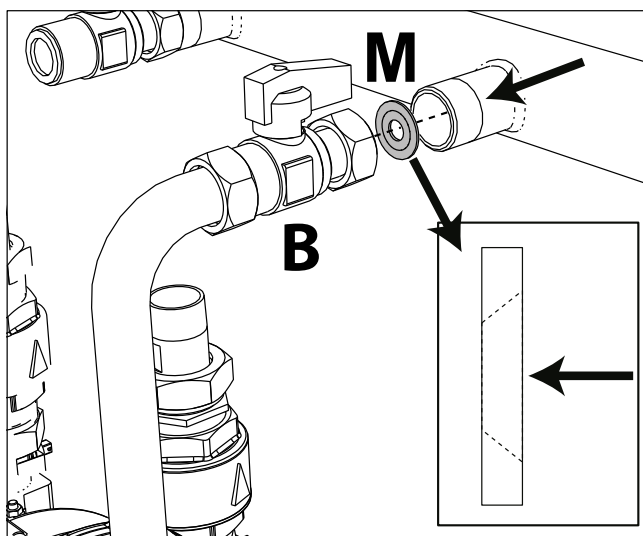
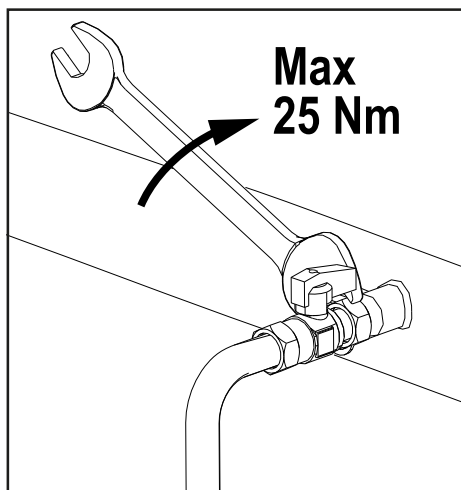

fig. 84 - Ugello per utilizzo con GPL
fig. 85
8. Nel caso di **trasformazione a GPL**, è necessario sostituire la guarnizione esistente tra il rubinetto "B" e il collettore gas con l'ugello "M" (fig. 84). Riassemblare il rubinetto "B" sul collettore gas avendo cura di non serrare ad una coppia maggiore di **25 Nm** per evitare il danneggiamento dell'ugello (fig. 85).
ATTENZIONE: l'ugello "M" (vedi fig. 84) **non deve** essere inserito con l'apparecchio funzionante a **Gas Naturale**.